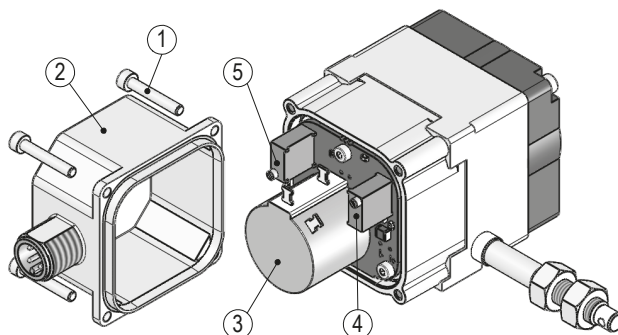

Abb. 10: Einstellen Trimpotitis 4/20mA; MWIHP
Durch zwei Trimpotentiometer Pe ⑤ und Po ④ (siehe **Abb. 10**) können diese Werte an die tatsächlichen Anfangs- und Endstellungen der Anwendung angepasst werden.